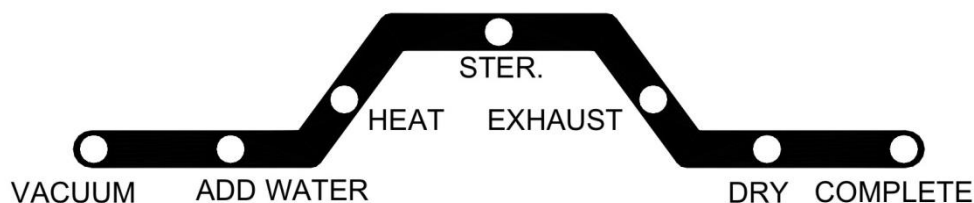

Figura 53
D. Presione el botón START (inicio)  y el esterilizador correrá de forma automática a través del programa seleccionado. El progreso actual del ciclo de esterilización se indica mediante el encendido de la luz LED en el indicador estado de proceso (Figura 53)